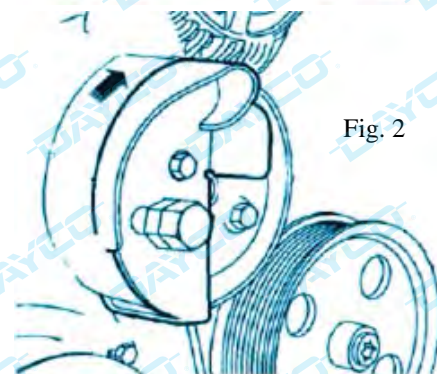

Fig. 2
- Introduzca el utensilio especial para correas ALT+PS+WP en el borde de la polea de la bomba de agua, haciendo que correspondan los orificios perfilados del utensilio con los dos pernos de la polea. (Fig. 2).